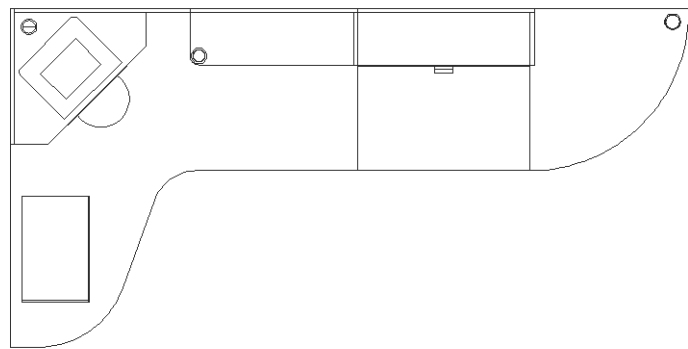

Рис. 6.55 ▼ Окончательный вид объектов слоя **Высота 1495**
11. Разморозьте слой **Высота 720** и скопируйте чертеж основной опоры на слой **Высота 1495**, после чего снова заморозьте слой **Высота 720**. На этом создание объектов слоя **Высота 1495** завершено (рис. 6.55).